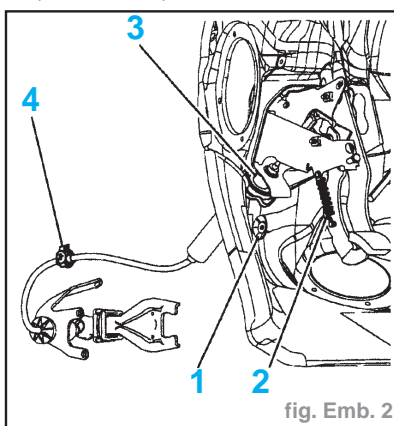

fig. Emb. 2
- Vérifier (fig. Emb. 2) :
- l'absence de surtapis sur la butée basse (1) de la pédale d'embrayage
- la mise en place du ressort d'assistance (2) (moteur DW8)
- l'emboîtement (3) du câble sur le tablier
- le bridage (4) du câble sur brancard (moteur DW8)